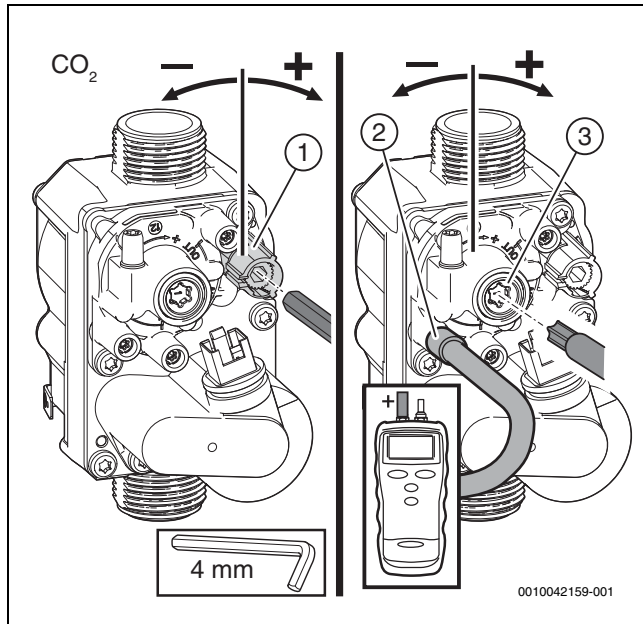

Bild 51 Einstellen der Gasarmatur
- ▶ Plombe an der Einstellschraube der Gasarmatur entfernen (nur Gasarmatur unten in Bild 51) und CO_2 - oder O_2 -Gehalt für minimale Nennwärmeleistung einstellen.